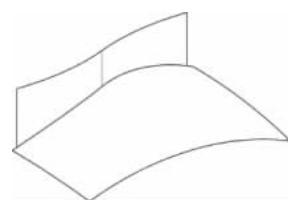

图 3-44 修剪曲面
(33) 在主菜单中选取“插入|修剪|修剪片体”命令,选取拉伸曲面为目标片体,延伸后的扫掠曲面为边界片体,创建修剪片体,如图 3-44 所示。(如果不能修剪,请在对话框中将“公差”值调大一些。)